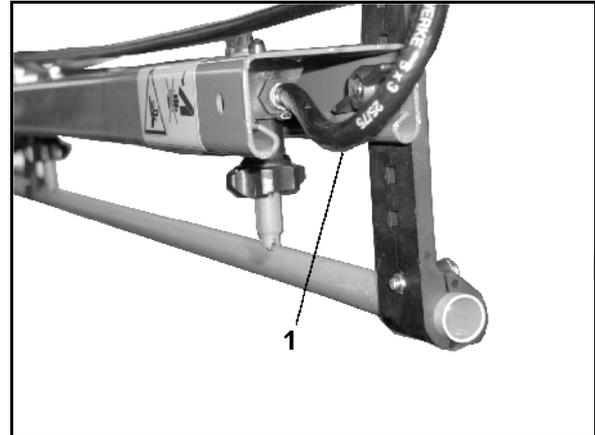

Fig. 105
- ermöglicht bei eingeschaltetem Druck-Umlauf-System einen ständigen Flüssigkeits-Umlauf in der Spritzleitung. Hierzu ist jeder Teilbreite ein Spülanschluss-Schlauch (Fig. 105/1) zugeordnet.
- ein Spülanschluss-Schlauch (Fig. 105/1) pro Teilbreite.